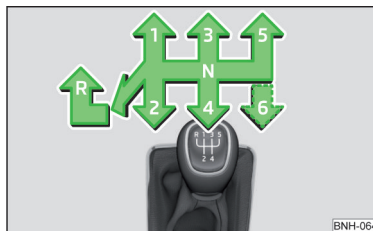

Fig. 109
Pe schimbătorul de viteze este reprezentată schema de selectare a treptelor individuale de viteză » fig. 109.
- ▶ Apăsați maneta schimbătorului de viteze în jos, complet spre stânga și apoi spre înainte, în poziția **R** » fig. 109.